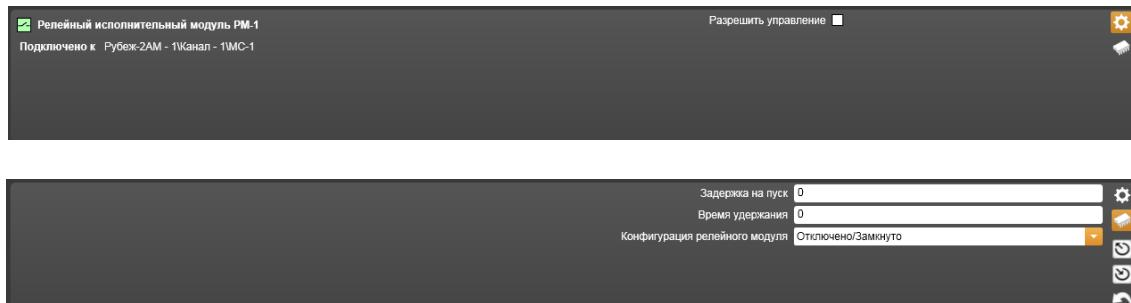

Рисунок 14.3.48 – Свойства Релейного исполнительного модуля РМ-1
9) **Релейный исполнительный модуль РМ-1** (Рисунок 14.3.48).
- – **Параметры по умолчанию** – значок, при щелчке на котором происходит считывание параметров из памяти компьютера в таблицу параметров текущей закладки (Нижний рисунок 14.3.48).